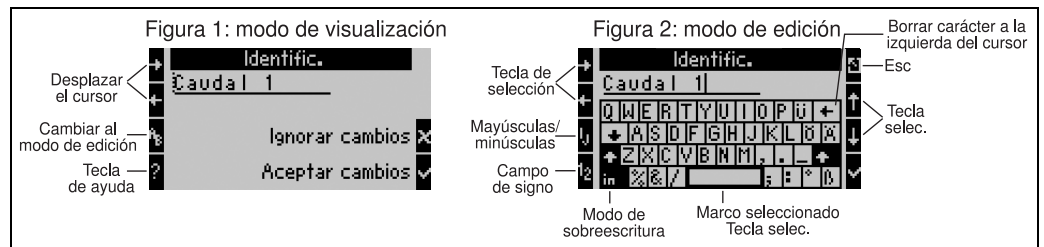

Fig. 18: Ej.: editar una designación con el teclado Palm
1. Desplazar con las teclas de flecha el cursor a la derecha del carácter donde se desea introducir un nuevo carácter. En caso de querer eliminar el texto completo y escribir de nuevo, desplazar el cursor completamente hacia la derecha. (→ Fig. 18, figura 1)
3. Con las teclas ij/IJ y ½ seleccionar el teclado con letras mayúsculas o minúsculas. (→ Fig. 18, figura 2)
4. Seleccionar la tecla deseada con la ayuda de las teclas flecha y confirmar con el signo de verificación. En caso de querer eliminar el texto, seleccionar la tecla superior derecha. (→ Fig. 18, figura 2)
6. Pulsar la tecla Esc para cambiar del modo de edición al modo de visualización y adoptar la modificación con la tecla del signo de verificación. (→ Fig. 18, figura 1)
- En el modo de edición (→ Fig. 18, figura 2) no se puede mover el cursor. Cambie con la tecla Esc a la ventana anterior (→ Fig. 18, figura 1) para mover el cursor sobre el carácter que quiera modificar. Vuelva a pulsar la tecla AB.